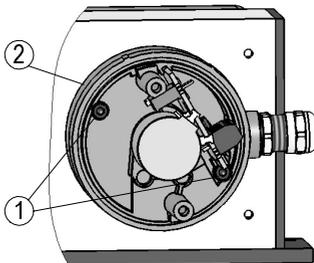

Abb. 13: Lageänderung Kabel- oder Steckerabgang
- Die beiden Innensechskantschrauben (1) leicht lösen (siehe Abb. 13).
- Nun lässt sich das Getriebegehäuse (2) verdrehen, ~220° gegen den Uhrzeigersinn und ~90° in Richtung des Uhrzeigersinns.
- Die Innensechskantschrauben (1) wieder anziehen, Haube aufsetzen und schließen.